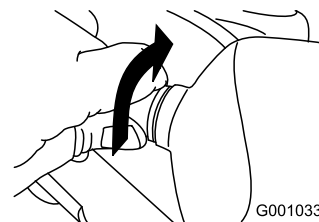

Figura 55
2. Girate in senso antiorario la base della lampadina, finché non si ferma (Figura 55).